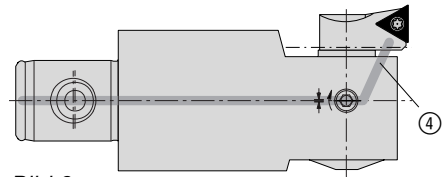

Bild 2
- innere Kühlschmierstoffzufuhr ④ bis zur Schneide (Bild 2)